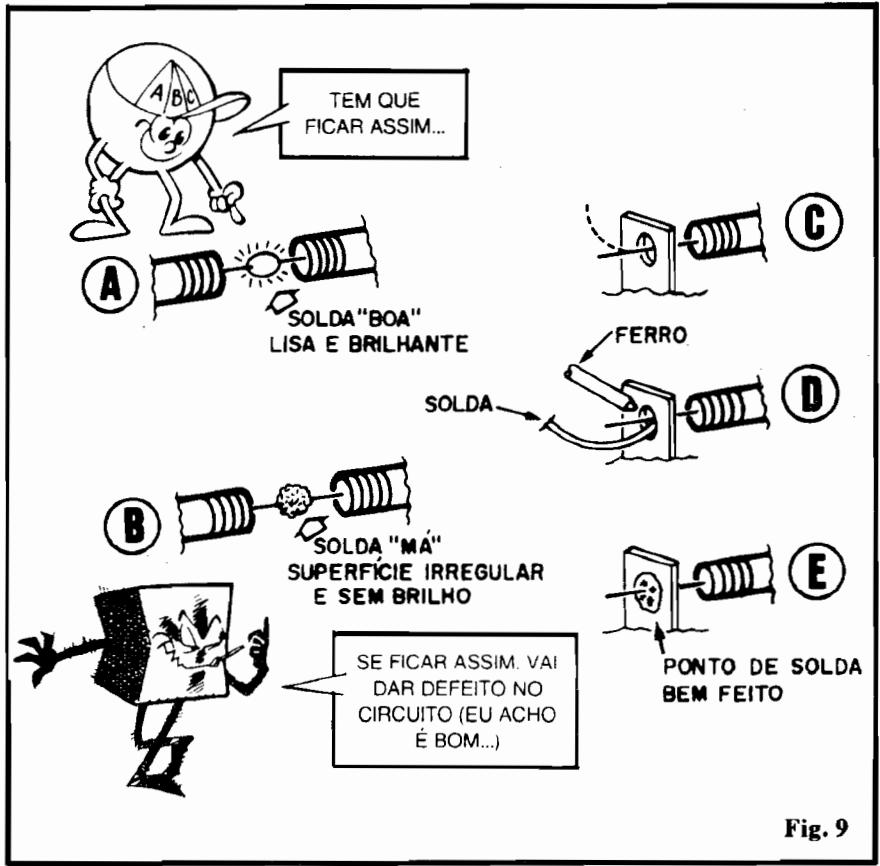

Fig. 9
- **FIG. 9** - Outros detalhes sobre as soldagens. Algumas “dicas” visuais que indicam e facilitam a realização de um **bom** trabalho:
- Para diagnosticar a qualidade do ponto de solda obtido, basta observar (fig. 9-A) se a junção resultou **lisa** e **brilhante**. Se isso ocorrer, a soldagem está boa. Se, contudo, o ponto ficar (fig. 9-B) rugoso e fosco, a chance de que o contato esteja mecânica e eletricamente prejudicado é muito grande.
montagens definitivas, contudo, ocorrem casos em que o componente deverá ter seu terminal soldado a um olhal metálico (pontes de terminais soldáveis, terminais de componentes “pesados”, como chaves, interruptores, conetores de entrada ou saída, etc.). Nesse caso, o procedimento correto está demonstrado nas figs. 9-C, 9-D e 9-E.
- Coloca-se o terminal no olhal (ambos bem limpos, conforme já explicado). Se for necessária uma pré-fixação mecânica, uma leve “entortadinha” no terminal, em “gancho”, será suficiente (fig. 9-C).
- Pressiona-se a ponta aquecida do ferro **na junção** do terminal com o olhal por alguns segundos. Encosta-se então a solda ao olhal (**NÃO** à ponta do ferro). A solda funde-se, espalha-se e preenche o furo do olhal metálico (figs. 9-D e 9-E).